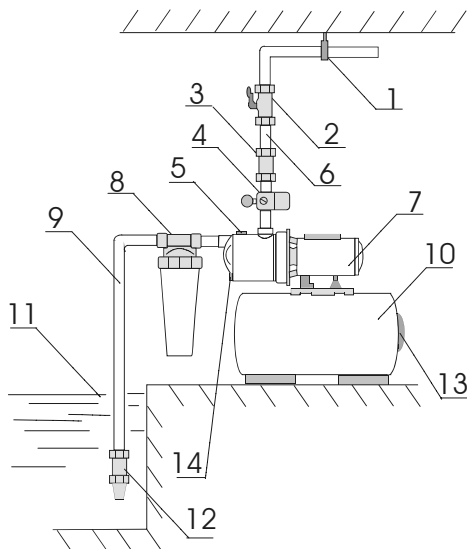

рис.1
Условные обозначения на рис.1: 1-опора напорной магистрали, 2-кран, 3-обратный клапан, 4-реле давления, 5-отверстие для залива воды, 6-напорная магистраль, 7-насос, 8-магистральный фильтр, 9-всасывающая магистраль, 10-гидроаккумулирующий бак, 11-вода, 12-обратный клапан с сеточкой, 13-крышка, закрывающая нипель, 14-отверстие для слива воды.
8.1.5. Всасывающая труба должна иметь на конце обратный клапан с сеточкой (рис.1 поз.12) при всасывании из колодца, а также, если возможно попадание мелких механических частиц, магистральный фильтр перед насосной станцией (рис.1 поз.8).
8.1.7. На выходной трубе из насоса рекомендуется установить обратный клапан (рис.1 поз.3) для предотвращения гидродаров в моменты включения/выключения насоса и кран (рис.1 поз.2), настройка которого описана в пункте 12,6.
- Откройте заливное отверстие, отвинтив гайку (рис.1 поз.5).
- Плотно закрутите заливное отверстие (рис.1 поз.5) для предотвращения подсоса воздуха.
б) При работе насосной станции кран (рис.1 поз.2) должен быть открытым. Он является простым устройством настройки нормального режима работы насосной станции. При полностью открытых кранах всех точек разбора гидравлической системы и работающем насосе давление воды в системе (которое показывает манометр) не должно опускаться ниже минимально допустимого (указанного на корпусе насоса). Для этого кран (рис.1 поз.2) нужно прикрывать до тех пор, пока давление воды в системе (которое показывает манометр) не достигнет значения минимально допустимого, указанного на корпусе насоса. Возможен случай, когда это требование может быть выполнено при полностью открытом кране. Потом желательно предотвратить возможность случайного открывания/закрывания крана (рис.1 поз.2).
б) Если насосная станция долгое время не будет работать, необходимо слить воду через сливное отверстие (рис.1 поз.14). Используя заливное и сливное отверстие промыть насос чистой водой. Убедитесь что в насосе не осталось воды. Эта операция должна проводиться всегда, если есть угроза замерзания воды. При замерзании воды в насосе он разрушается и восстановлению не подлежит.
- снять пластиковую крышку на гидроаккумулирующем баке (рис.1 поз.13);